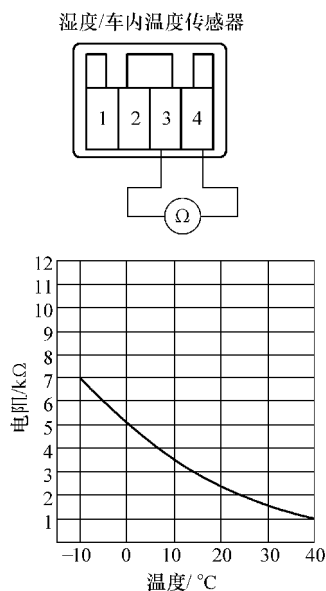

图 13-9 车内温度传感器的测试方法
① 将系统设置为最冷, 测量其电阻值。
② 将系统设置为最热, 测量其电阻值。
3) 将湿度/车内温度传感器 4 号和 3 号端子之间的电阻读数与图 13-9 中所示的规定值进行比较, 阻值应该在规定范围内。